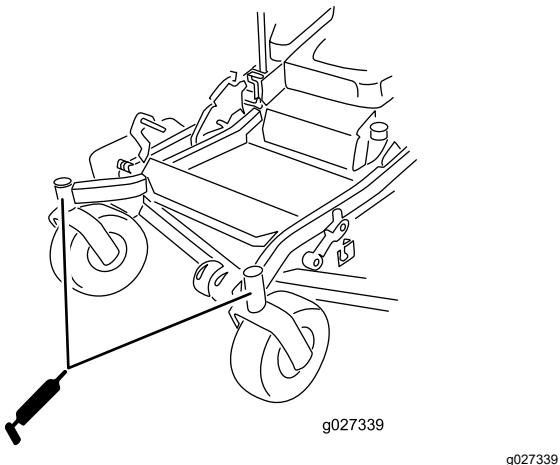

Figure 43
14. Graissez les roulements des roues pivotantes (Figure 43).